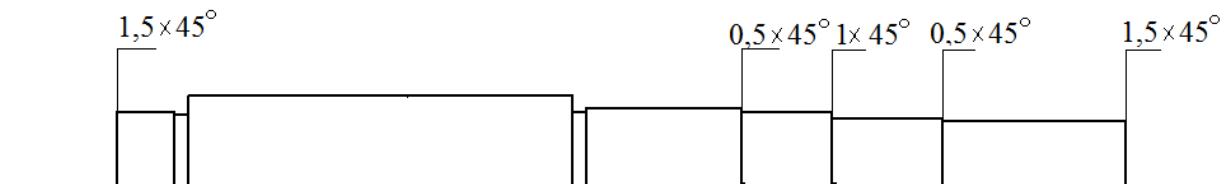

Рис. 5.9
10. Выберите инструмент **«Фаска»**. Проставьте фаски, аналогично предыдущей, с параметрами, как указано на рис. 5.9.